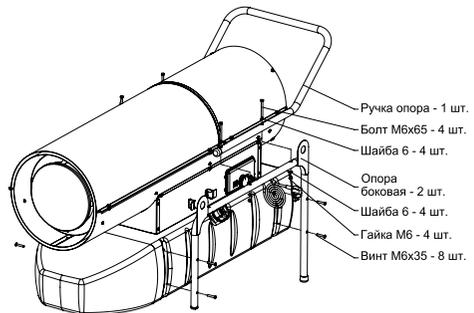

Рис. 5
3. Соедините между собой боковые опоры и ручку-опору по два болта М6х65 с каждой стороны, затяните болты до упора (рис. 5).